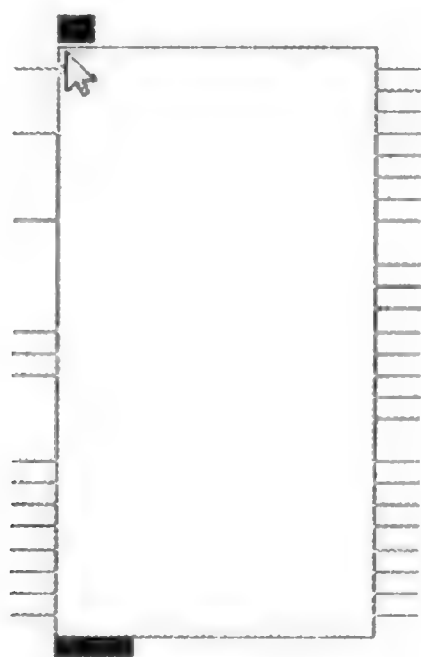

图 5.1.7 添加元件
(3) 元件选择完毕后,下一步的工作是摆放元件。在 Device 列表中选择一款元件,例如 89C51,并在绘图区单击,出现一个红色框图,用户可将其调整到合适位置再次单击,摆放该元件,如图 5.1.7 所示。